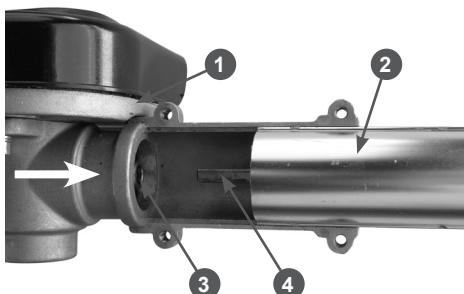

Рис. 9. Установка редуктора на штангу
- совместите грани четырёхгранного соединительного вала 4 и вала 3 редуктора и установите редуктор 1 на штангу 2 (Рис. 9);